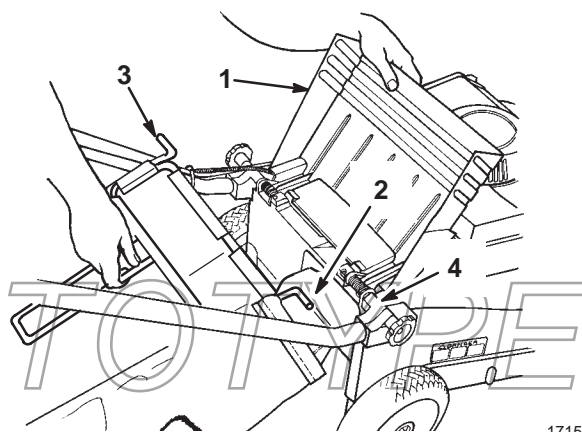
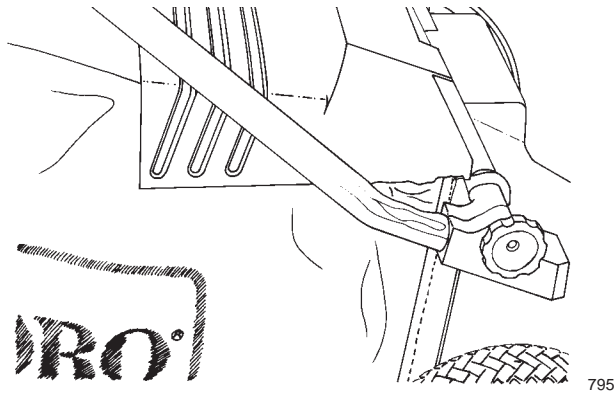

Abbildung 11
Abbildung 12
2. Die Auswurfklappe anheben, den Ansatz des Korbs in die Auswurföffnung schieben und den Korbrahmen auf den Haltebolzen am Gehäuse schieben (Abb. 11). Die Auswurfklappe soll auf der Oberseite des Korbs aufliegen (Abb. 12).